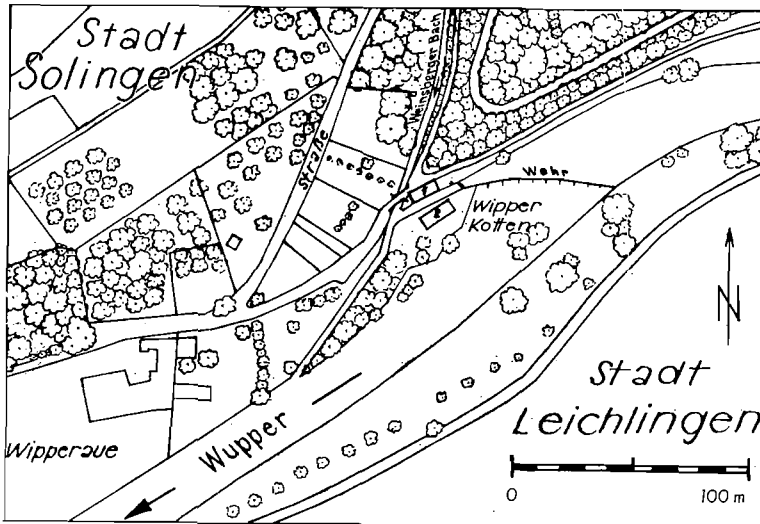

Abb. 1. Lageplan des Wipperkotten
Als ein Dokument zur Geschichte der Technik und des für Solingen eigentümlichen Schleifergewerbes sind die vorliegenden Aufnahmen geplant worden. Die ersten Vorbesichtigungen führte der Autor im Jahre 1958 durch. Dabei stellte sich heraus, daß von allen Schleifkotten an der Wupper nur noch einer, der „vordere Wipperkotten“ (s. Abb. 1), in Betrieb war.
1) Unterhalb der Kotten hat die Wupper nach Einmündung des Weinsberger Baches in Wipperaue (s. Abb. 1) folgende Hauptwerte:
der Wupper (vgl. Abb. 1). Die wenigen umstehenden Häuser nannte man
berger Bach (Abb. 1).